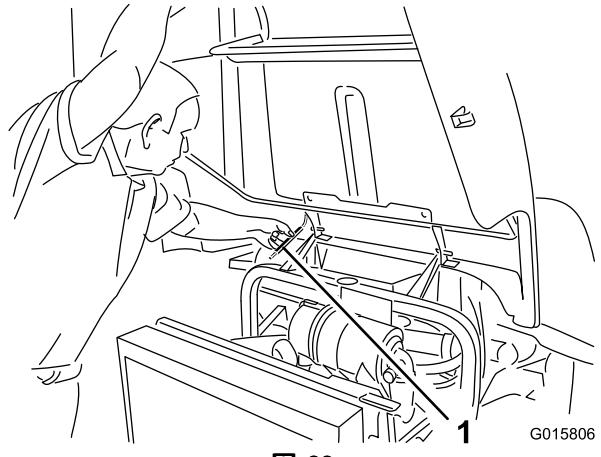

図 32
2. フレームチューブの下に支え棒が入る高さまでフードを持ち上げる(図 32)。